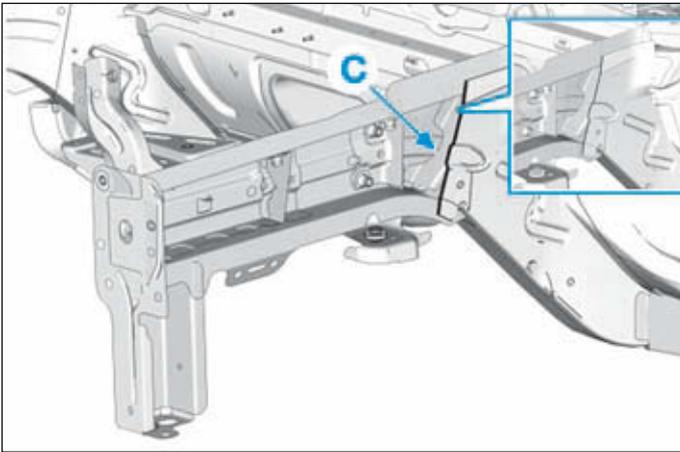

FIG.22
- Tenir compte du détail de la découpe (Fig.22).